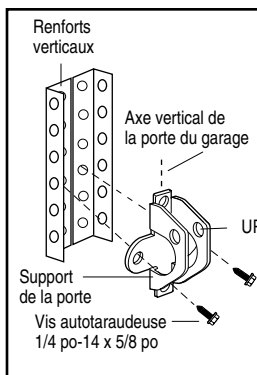

Figure 2A
- Percer des trous de fixation de 3/16 po. Fixer le support de porte à l'aide des deux vis autotaraudeuses de 1/4 po-14 x 5/8 po. (Figure 2A)